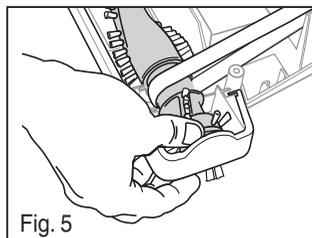

Fig. 5
- 5) Inserte el extremo izquierdo del cepillo de rodillo primera. Asegúrese que las tapas extremas encajan en la base (Fig. 5).